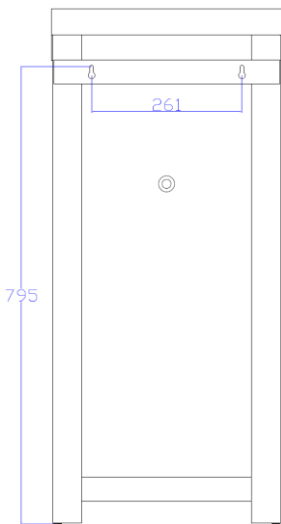

Fig.5
- Mida correctamente la distancia entre esos agujeros y la altura de estos al suelo y márkelo en la pared (Fig.5)